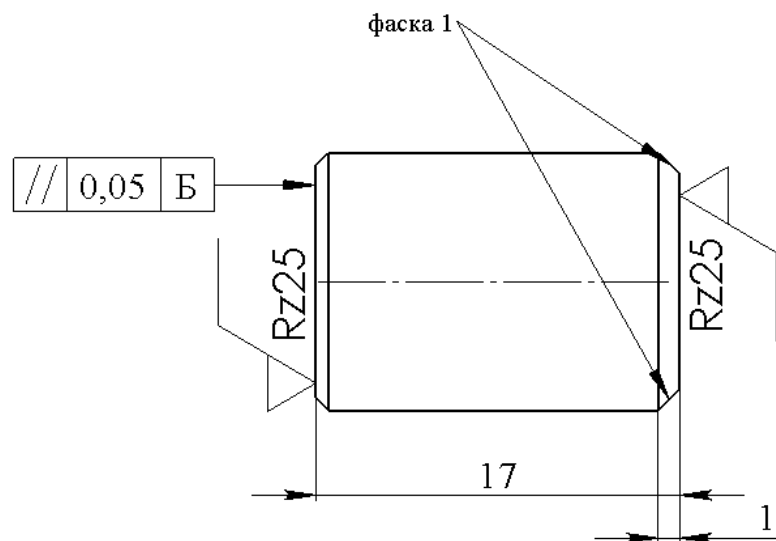

Рис. 32
- Нажмите ОК и закройте окно заметки (рис. 32).